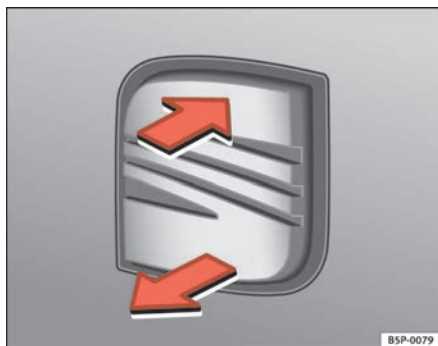

Abb. 44 Heckklappe:
- Ziehen Sie am Griff und heben Sie die Heckklappe an ⇒ Abb. 44. Die Heckklappe öffnet sich selbstständig.